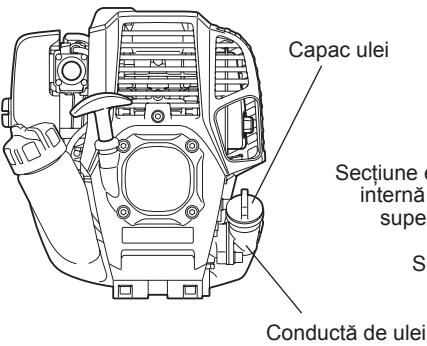
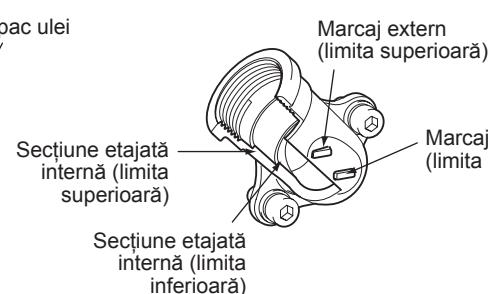

Fig. 1
Fig. 2 Conducă de ulei
- Setați nivelul motorului, scoateți capacul de ulei (Fig. 1) și verificați pentru a vedea dacă există sau nu ulei în intervalul dintre limita superioară și inferioară marcate pe conductă de ulei (Fig. 2).